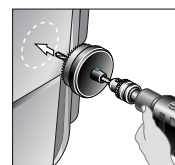

Fig. 2
1. Montera flänstättningen (8) på den gängade anslutningsdelen (6)
2. Sätt gumminippeln (9) i anslutningsdelen (6).
3. Skjut in anslutningsdelen genom det förborrade hålet i behållaren (1) och skruva på sexkantsmutter (7). Drag fast den försiktigt!
4. Placera pumpen på behållarens botten och skjut in pumpens utloppsdel (4) i anslutningsdelen och fixera den genom att föra handtaget (5) nedåt.
5. För genomföring av kabel måste medföljande gumminippel DN 50 (13) monteras. Se fig. 2 och 3.